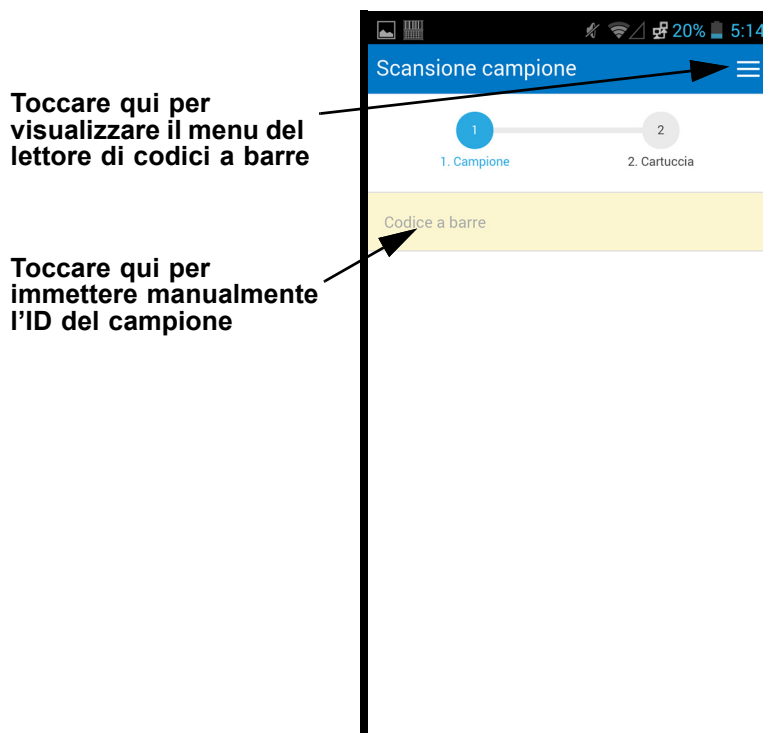

Figura 5-102. Schermata Scansione campione Cepheid Link
- 2) Se trova un ordine, comparirà per qualche istante una schermata di colore verde con un segno di spunta bianco (vedere la Figura 5-102), seguita dalla schermata Scansione cartuccia. Vedere la Figura 5-105.
- 4) Se trova un ordine, comparirà per qualche istante una schermata di colore verde con un segno di spunta bianco (vedere la Figura 5-102), seguita dalla schermata Scansione cartuccia. Vedere la Figura 5-105.
Se l'appaiamento della cartuccia al campione va a buon fine, comparirà per qualche istante la schermata verde con il segno di spunta bianco (vedere la Figura 5-102).
- Se la scansione dell'aliquota va a buon fine, comparirà per qualche istante la schermata verde con il segno di spunta bianco (vedere la Figura 5-102).